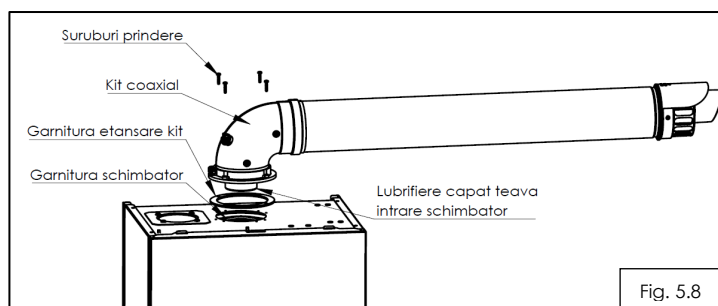

Fig. 5.8
Pentru instalarea facila a kitului este necesar lubrifierea capatului cotului (4) la partea de intrare in centrala, utilizati numai apa sau sapun comercial standard. Lubrifierea este necesara pentru a nu deplasa garnitura de evacuare de pe schimbatorul principal de caldura (fig. 5.8).